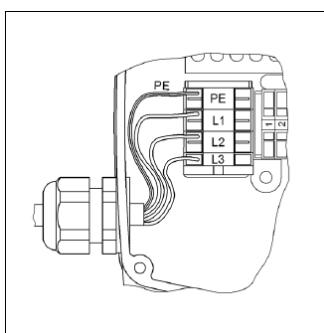

Abb. 27
- Anschlusskabel gemäß mitgeliefertem Schaltplan an die Pins L1, L2, L3 und PE des Steckverbinder aufstecken und festschrauben (siehe Abb. 27)